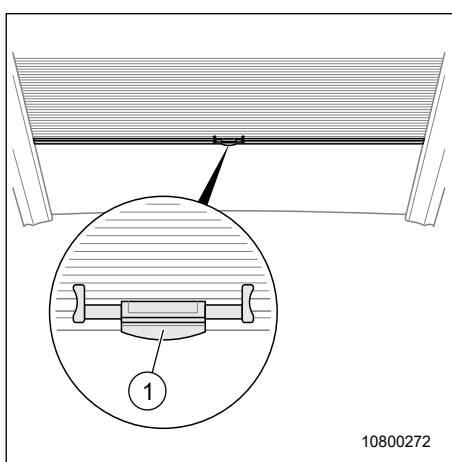

Fig. 71 Store occultant de pare-brise, plissé
1. Débloquer le store occultant à la poignée de déverrouillage (Fig. 71, pos. 1) et le tirer vers le bas.